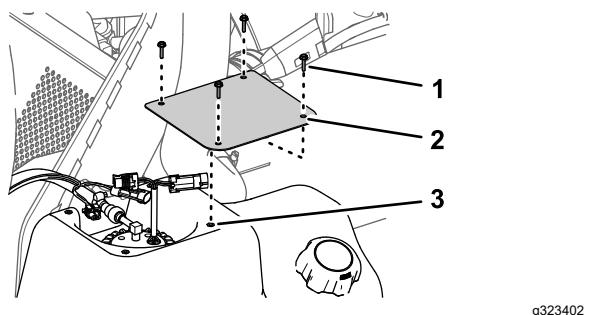

Figura 116
2. En el depósito de combustible, retire los 4 tornillos (N.º 10 x 3/4") que sujetan la tapa a la parte superior del depósito de combustible, y retire la tapa (Figura 116).